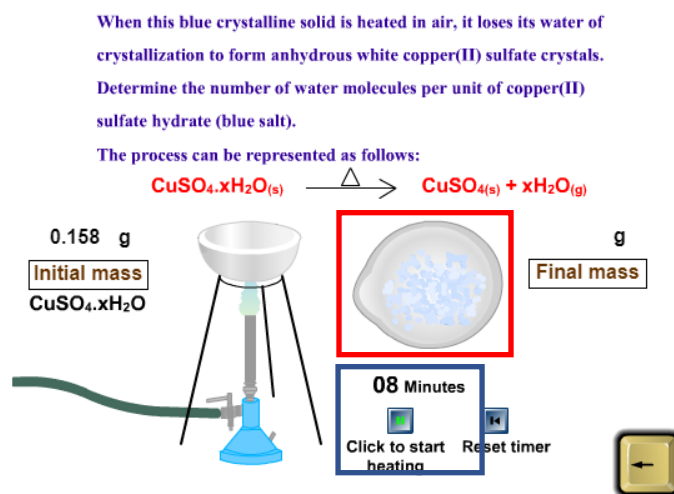

Figura 4. Simulador *Determination of the formula of a hydrate*.
4. Observe que el contenido del crisol cambia de apariencia conforme el tiempo avanza (figura 4).